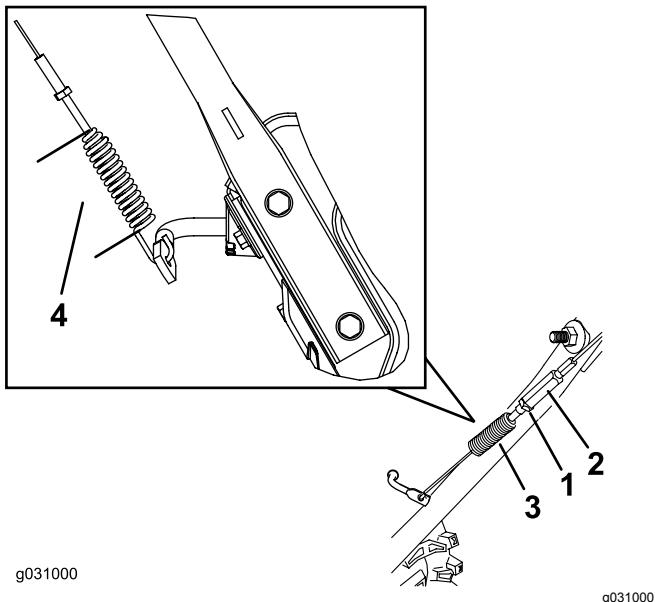

Figura 38
3. Allentate o serrate il tornichetto per regolare la lunghezza della molla a 7 cm, come illustrato nella Figura 38.
4. Serrate il controdado (Figura 38) assicurandovi che vi sia una leggera tensione sul cavo.